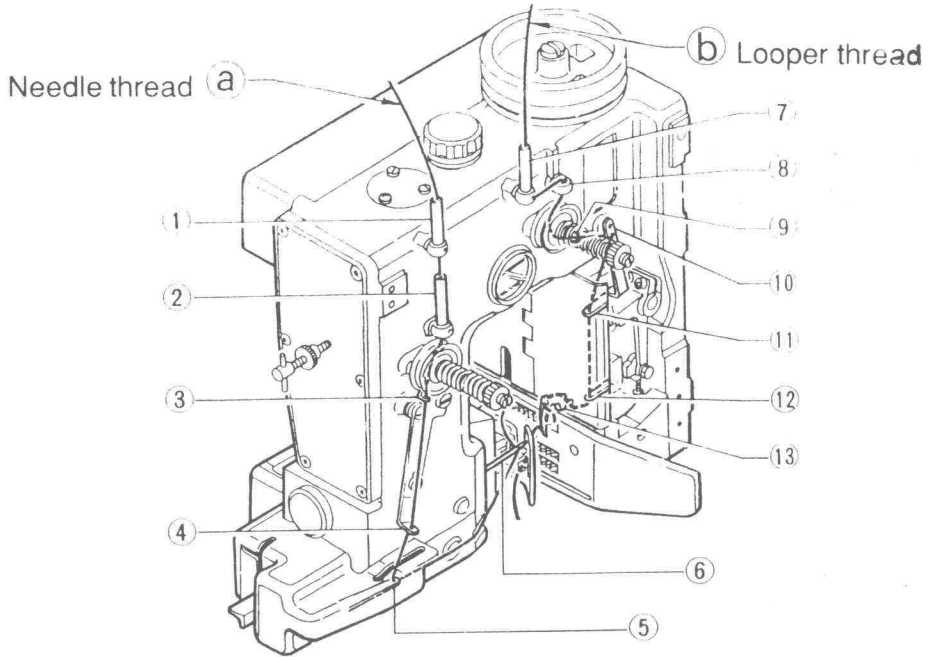

Fig. 1
- İplik standının sol tarafındaki ipi (A), üst ipliktir. İp (1) no.'dan (6) nol.lu noktaya iner.
- İplik standının sağ tarafındaki ip (B) alt ipliktir. İp (7) no.'den takılır, (13) nolu noktaya iner.
- Thread the machine as shown in figure 1.
- Thread (a) on the left side of thread stand is upper thread. Thread it points (1) through (6) in order.
- Thread (B) on the right hand side of thread stand is lower thread. Thread it points (7) through (13) in order.